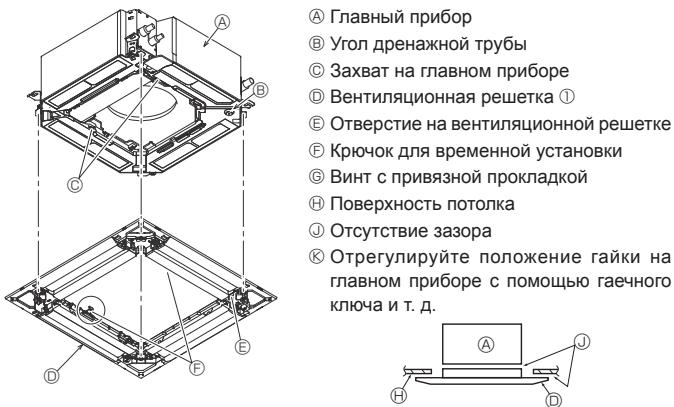

Fig. 7-6
7.4.2. Временная установка вентиляционной решетки (Fig. 7-6)
- Закрепите решетку на главном приборе, затянув заранее установленные винты. (Fig. 7-6)
Убедитесь в отсутствии зазоров между главным прибором и вентиляционной решеткой или между вентиляционной решеткой и поверхностью потолка. (Fig. 7-6)